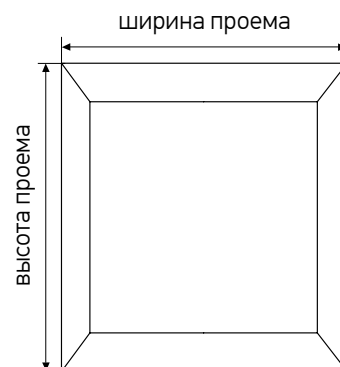

Рис. 1
1. Осуществить замер в соответствии с предполагаемым местом установки изделия (Рис.1).